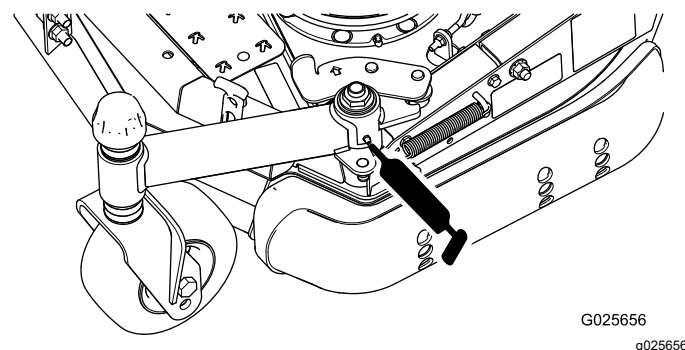

Figura 17
- Articulação do braço da roda giratória dobrável (1) (Figura 17)